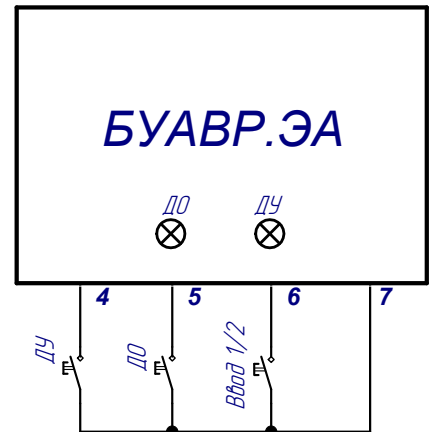

Рис. 3 Схема дистанционного управления.
- 4.12.2. Дискретный вход «ДО» работает только в режиме «Дистанционное управление» и используется для дистанционного отключения нагрузки от вводов 1 и 2. При замыкании входа на контакт «Общий» реле К1 и К2 отключаются. О состоянии входа «ДО» сигнализирует индикатор «ДО», рис.3.